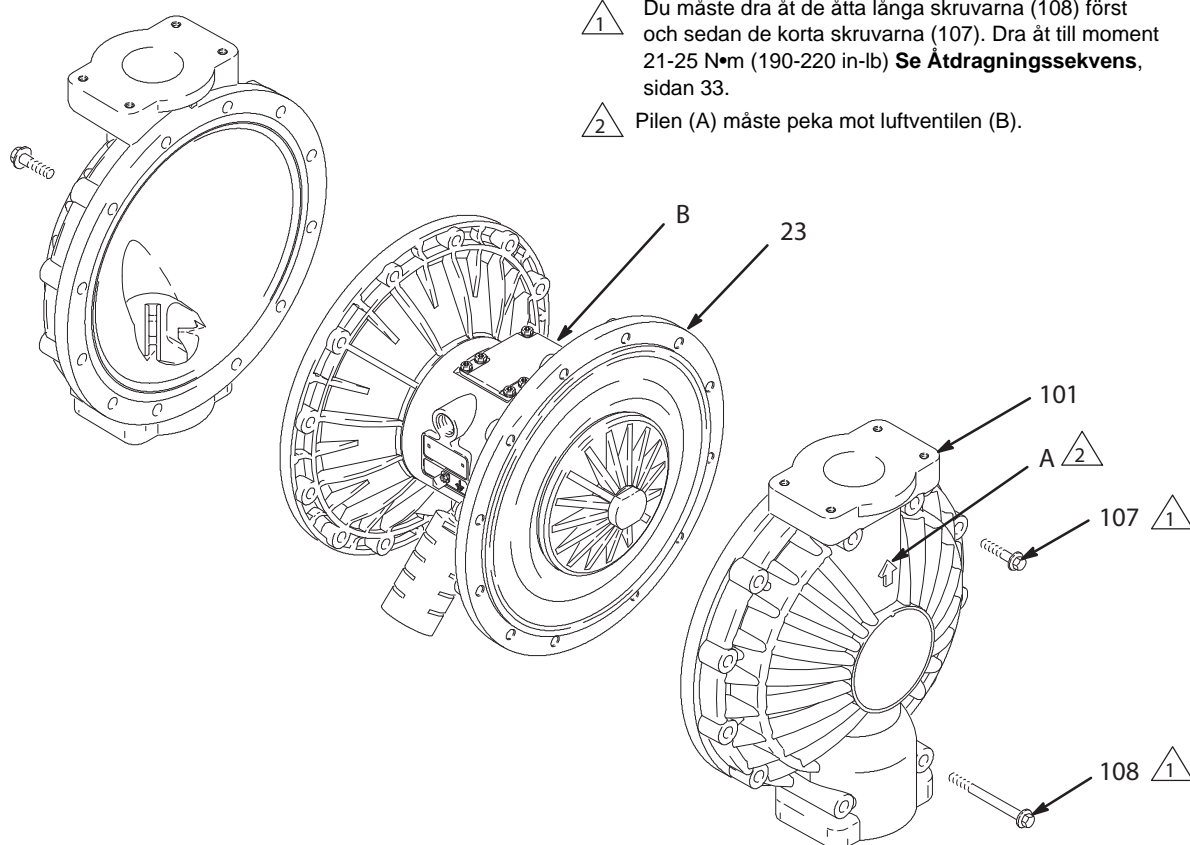

Fig. 12
3. Skruva med 13 mm hylsnycklar bort skruvarna (107 och 108) som håller ihop vätskelocken (101) och luftlocken (23). Dra av vätskelocken (101) från pumpen. Se **Fig. 12**.
4. Applicera medelhållfast (blå) Loctite® eller motsvarande på gängorna på plattorna på vätskesidan (105). Håll ena av de yttre plattorna (105) med en skiftnyckel och dra åt den andra yttre plattan till moment 27 till 34 N•m vid maximalt 100 rpm. **Dra inte åt för hårt.**
5. Passa in vätskelocken (101) och mittsektionen (1) så att pilarna (A) på locken riktas åt samma håll som luftventilen (B). Skruva fast locken med skruvarna (107 och 108) med handkraft. Sätt i de längre skruvarna (108) i de övre och undre hålen i locken. Se **Fig. 12**.
6. Dra först åt de långa skruvarna (108) korsvis och jämnt till moment 21-25 N•m med en 13 mm hylsnyckel. Dra sedan åt de kortare skruvarna (107). Se **Åtdragningssekvens**, sidan 33.